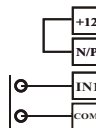

FIG. 5
ingresso PNP: collegare il morsetto N/P (7) con il morsetto COM (8) (vedi figure 5 e 6)